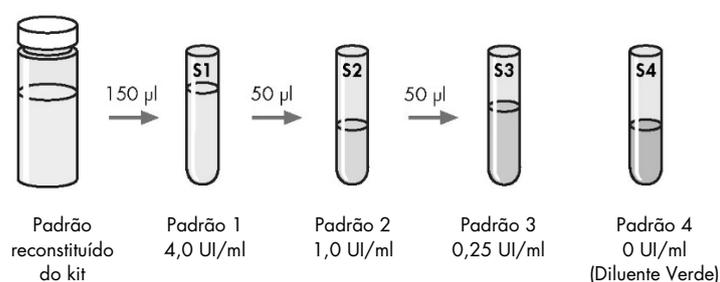

Figura 2. Preparação de curva padrão.
Utilize o padrão reconstituído do kit para produzir uma diluição 1 em 2 seguida de uma série de diluição 1 em 4 de IFN- γ em Diluente Verde (GD) (consulte a Figura 2). P1 (Padrão 1) contém 4,0 UI/ml, P2 (Padrão 2) contém 1,0 UI/ml, P3 (Padrão 3) contém 0,25 UI/ml, e P4 (Padrão 4) contém 0 UI/ml (apenas GD). Os padrões devem ser testados em duplicado. Prepare novas diluições do padrão do kit para cada sessão do ELISA.